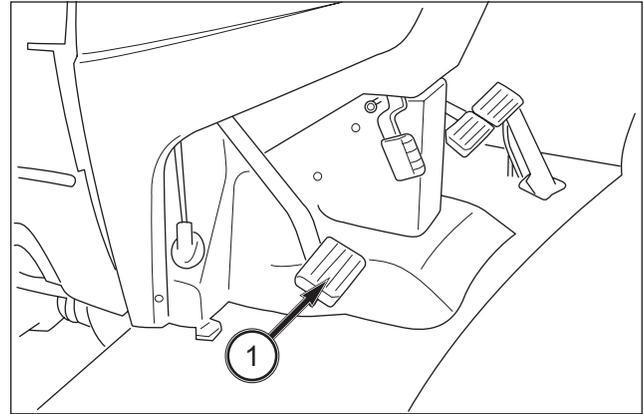

FIG. 53
**FIG. 53 :** Lorsque la pédale d'embrayage (1) est complètement enfoncée, la transmission est débrayée, ce qui permet de démarrer le moteur, de changer les rapports et d'arrêter le déplacement du tracteur. Pour embrayer la traction intégrale 4 roues motrices, il faut aussi enfoncer la pédale d'embrayage.